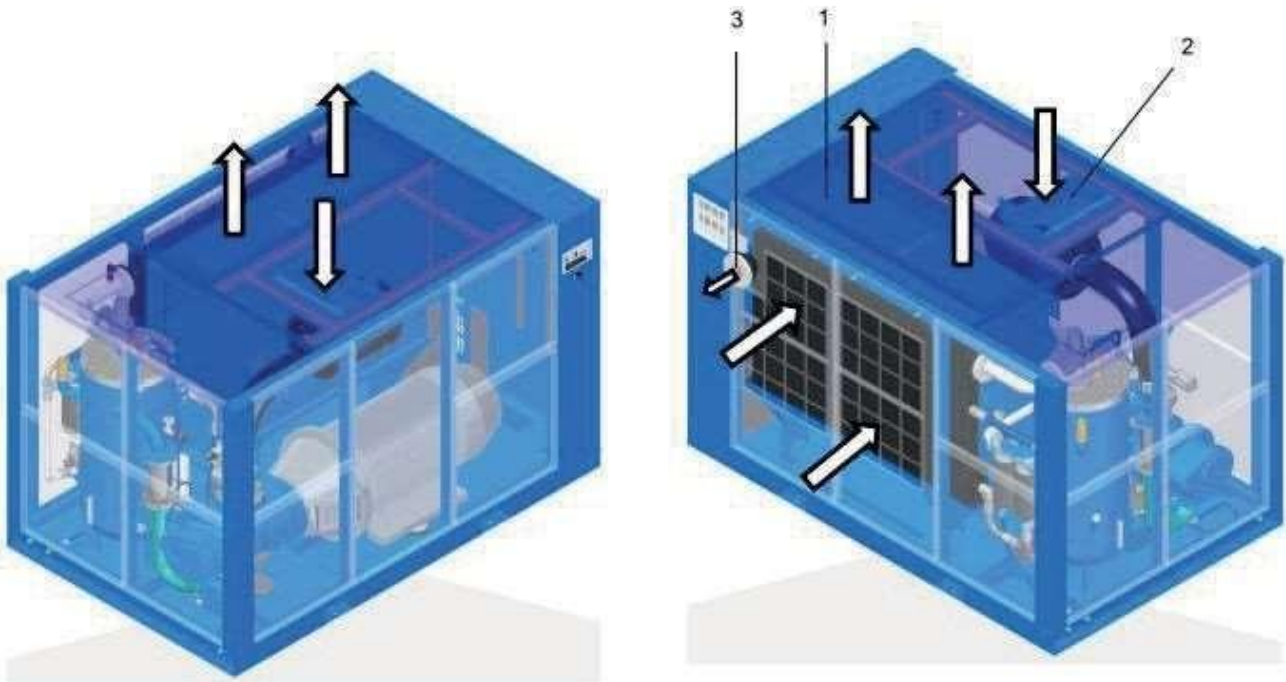

Рис. 16: Схема потоков охлаждающего воздуха и сжатого воздуха, Винтовой компрессор GEAR XP 110 – 200, VARIABLE XP 110 – 200
- Вентилятор охлаждения (Рис. 16 поз.1)
- Воздушный фильтр (Рис. 16 поз.2)
- Подача сжатого воздуха потребителю (Рис. 16 поз.3)